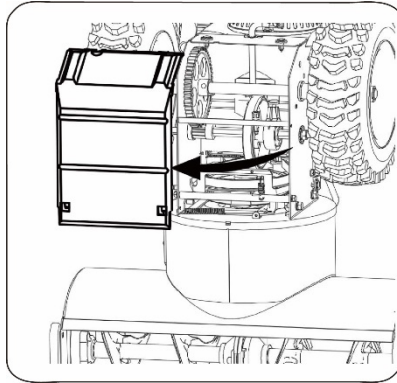

Bild 22
2. Luta försiktigt snöslungan uppåt och framåt så att den vilar på skruvhuset. Ta bort skärmen från snöslungans undersida genom att lossa de fyra självgående skruvarna som håller fast den. Se bild 22.